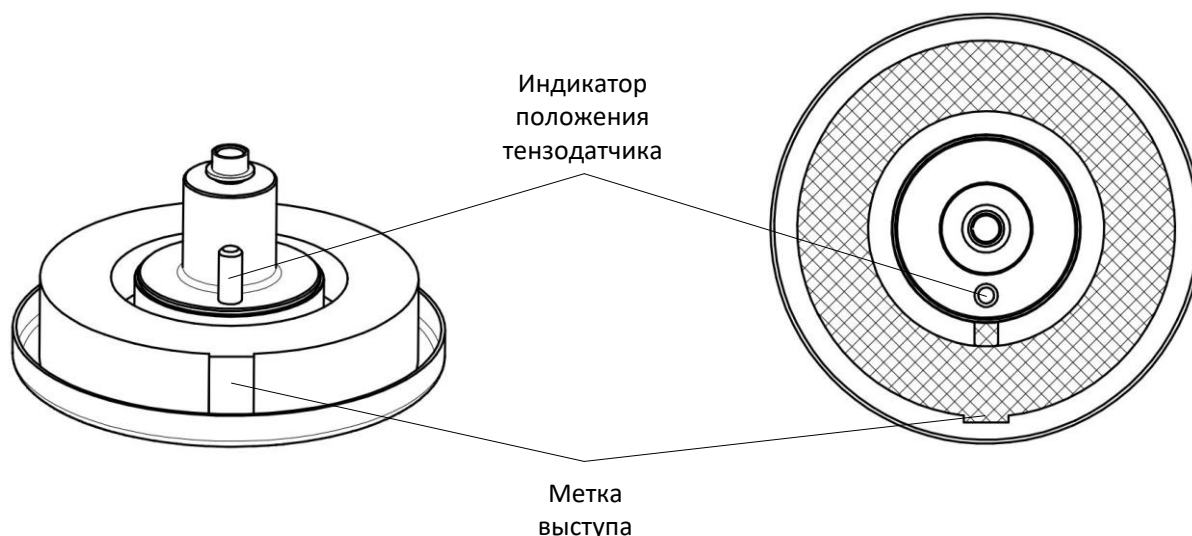

Рисунок 7 – Установка кольца в форму
4.4.2 Нанести на внешнюю (должна отсутствовать адгезия битумного вяжущего к кольцу) и нижнюю (на ней кольцо стоит на силиконовой форме, нужно обеспечить герметичность) поверхности инварового кольца тонкий слой разделительного состава. Далее установить кольцо в форму так, чтобы верхние поверхности кольца и формы совпадали по высоте. Индикатор положения тензодатчика на кольце должен находиться напротив метки выступа (см. рис. 7).